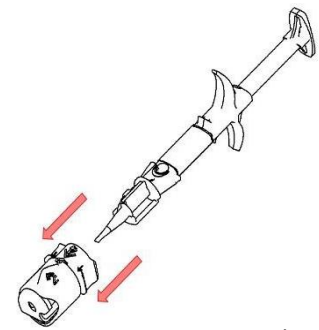

Fig. 3
7. Remova o adaptador juntamente com o anel rotativo, como indicado '4' (Fig. 3), puxando para fora e descartando-o.